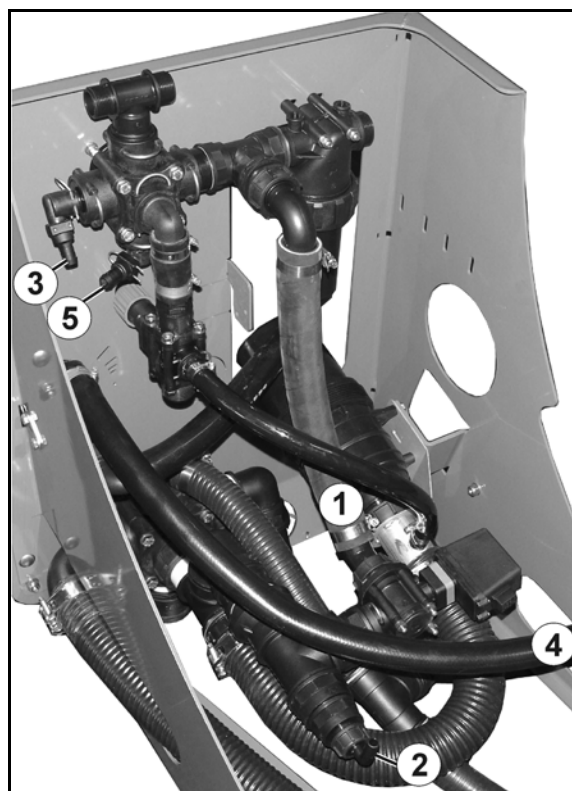

Fig. 141
8. Fjern slangen (Fig. 141/1) på skiftehanen **F**. Drej skiftehanen **F** (Fig. 141/2) om på positionen